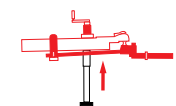

Figure 33
4. Étirez le vérin de la remorque pour soulever le poids des barres de torsion de l'attelage. (Figure 33)